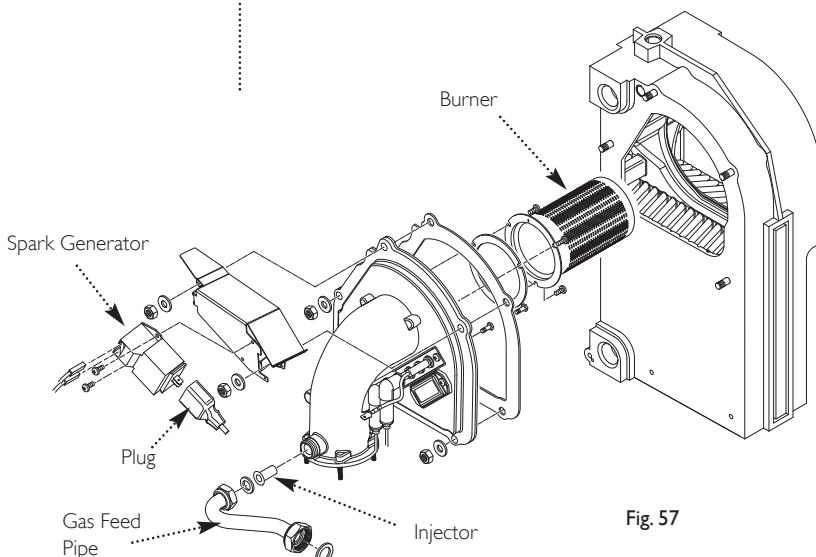

Fig. 57
9.6 Burner (Fig. 57)
9.7 Injector (Fig. 57)